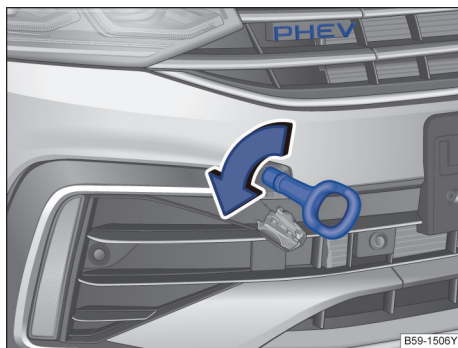

图 208 安装牵引环
- 将牵引环朝箭头方向拧入螺纹孔内，直到限位位置→ 图 208。